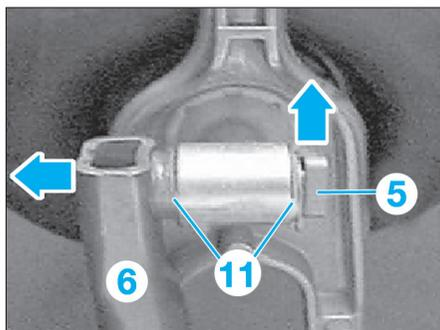

Fig. 17
- Dégager le clip de sécurité (5) (Fig.17).
- Décrocher la tige de commande (6).
- Graisser la tige de commande et faire attention à la bonne position des rondelles entretoises (11) (Fig.17).